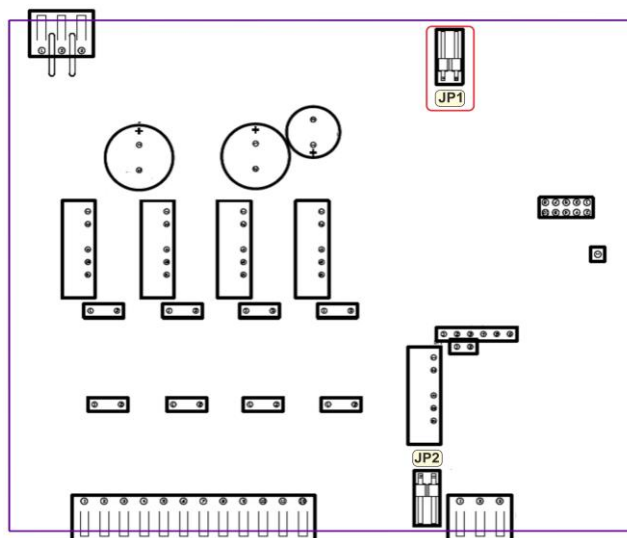

Рисунок 5.1 - Положення перемичок JP1 на платі модуля (корпус модуля знятий):
4.3.6.1 Знеструмити модуль, зняти з шини і встановити перемичку JP1 (положення - див. рис. 5.1), після чого встановити модуль назад на шину. Модуль перейде в режим конфігурації мережевих налаштувань, про що буде свідчити мигання світлодіода "PWR" на передній панелі приладу.